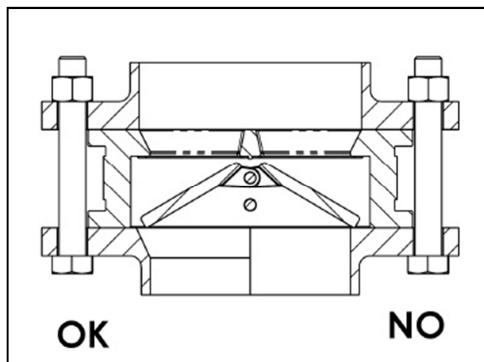

Рисунок 1
- Необходимо выбрать соответствующие фланцы для обеспечения надлежащей работы клапана и правильного открытия и закрытия дисков (пластины) Рис. 1.